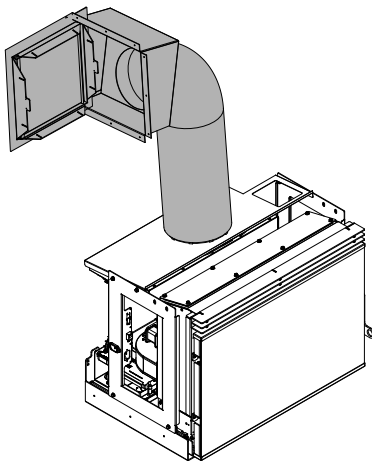

Fig. 38
- Sistema de carga con tubo metálico flexible y puerta de carga (**Fig. 38**).